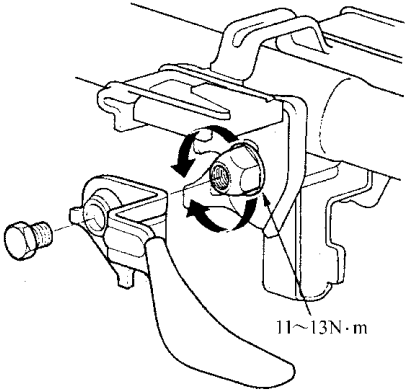

图 7-17 调节预紧力
- 5) 按照规定力矩，如图 7-17 所示，通过向左转动(松)，或向右转动(紧)倾斜锁紧螺母，来调节预紧力。